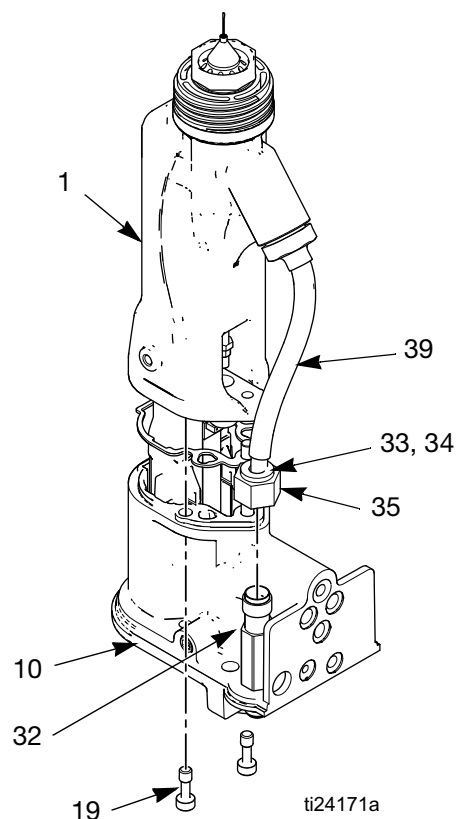

ABB. 24. Ausbau des Pistolenlaufs
2. Die Luftkappe ausbauen, Seite 30. Entfernen Sie das Pistolenabdeckblech (26).
3. Vorsichtig die Mutter (35) am Materialstutzen lösen. Das Rohr (39) aus dem Stutzen (32) ziehen. Achten Sie darauf, dass beide Klemmringe (33, 34) und die Mutter am Rohr bleiben. Siehe ABB. 24.
5. Die zwei Schrauben (19) lösen. Siehe ABB. 24.
6. Halten Sie das Pistolengehäuse (10) mit einer Hand und ziehen Sie den Pistolenlauf (1) gerade vom Gehäuse weg. Siehe ABB. 24.